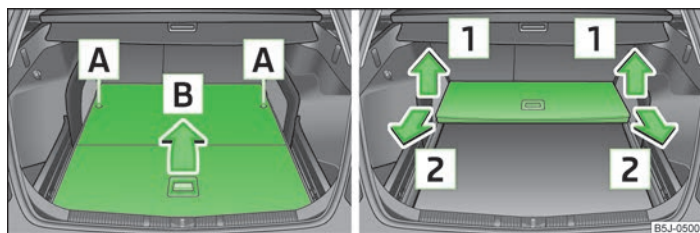

Fig. 51 Plegar/retirar el piso de carga variable
- Desbloquear el piso de carga variable girando las argollas de seguridad [A] hacia la izquierda, aprox. 180° » fig. 51.
- Levantar el suelo de carga variable en el sentido de la flecha [1] » fig. 51 y extraer tirando en el sentido de la flecha [2] » fig. 51.